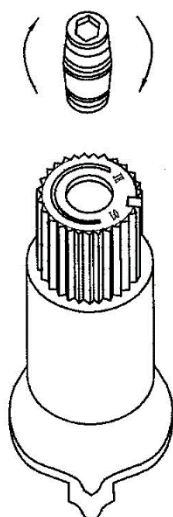

Figure 3
13. Retournez la vis. Voir *Figure 3*.